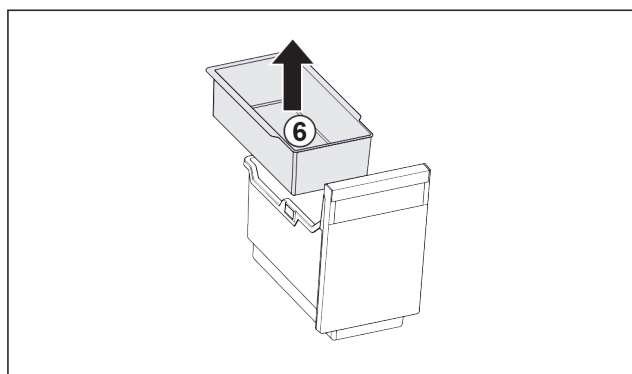

Fig. 81
- ▶ Izvadite ovjesnu posudu Fig. 81 (6).